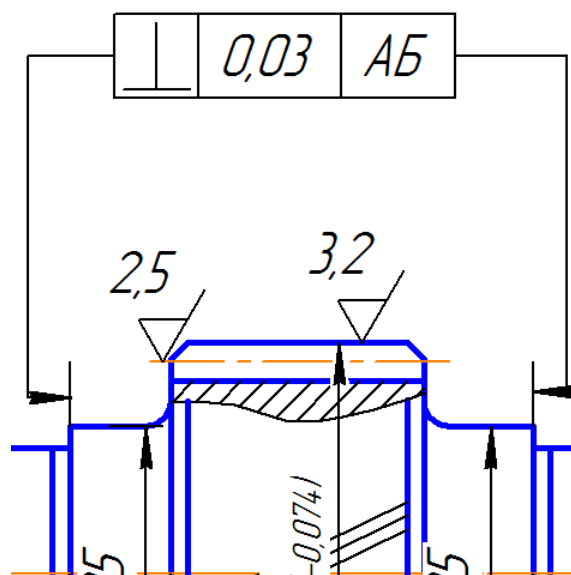

Рис. 46. Элемент вала с обозначением допуска перпендикулярности
- подведите курсор к удобной точке таблицы допуска и щёлкните кнопкой мыши. Далее строятся ломаные линии выноски к левому и правому заплечикам (рис. 46).